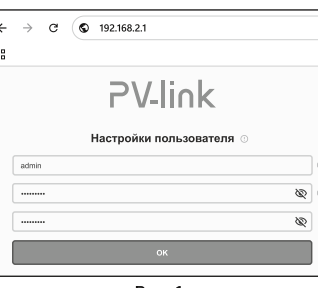

Рис. 1
- Задайте пароль профиля устройства (Рис. 1).